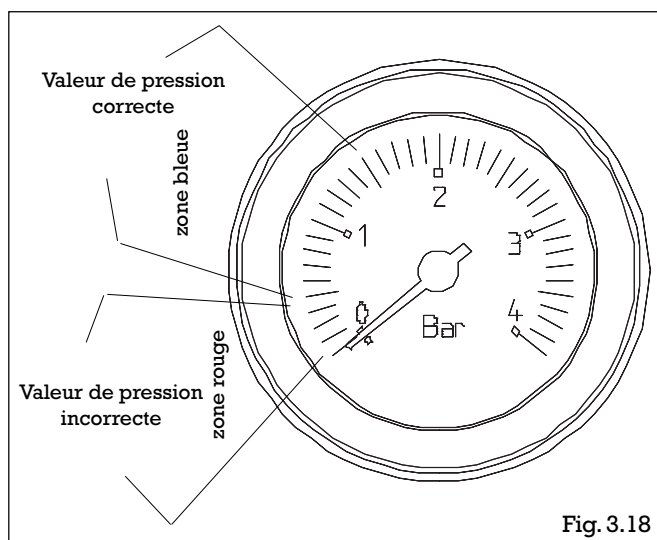

Fig. 3.18
- ouvrir de deux ou trois tours le bouchon du purgeur automatique (A);
- placer le robinet d'arrivée d'eau froide (B) sur la position " remplissage ",
- fermer la vanne d'arrêt départ (D) (manette à l'horizontale) et laisser la vanne d'arrêt retour (E) ouverte (manette à la verticale),
- ouvrir le robinet du disconnecteur (C) en le tournant en sens inverse des aiguilles d'une montre jusqu'à ce que la pression indiquée par le manomètre atteigne 1 bar (fig.3.18).